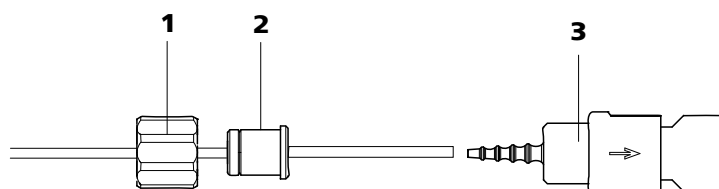

Figure 25 Installer une connexion pour tuyau de pompe avec filtre
- **Cas A:** une connexion pour tuyau de pompe **avec filtre** 6.2744.180 (voir Figure 25, page 47) ou